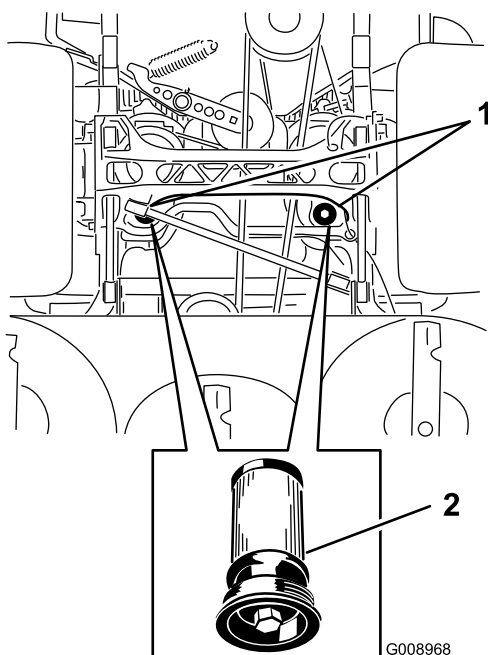

Figura 97
5. Coloque un recipiente debajo del filtro, retire el filtro usado y limpie la superficie (Figura 97).
6. Aplique una capa fina de fluido hidráulico a la junta de goma del filtro nuevo (Figura 97).